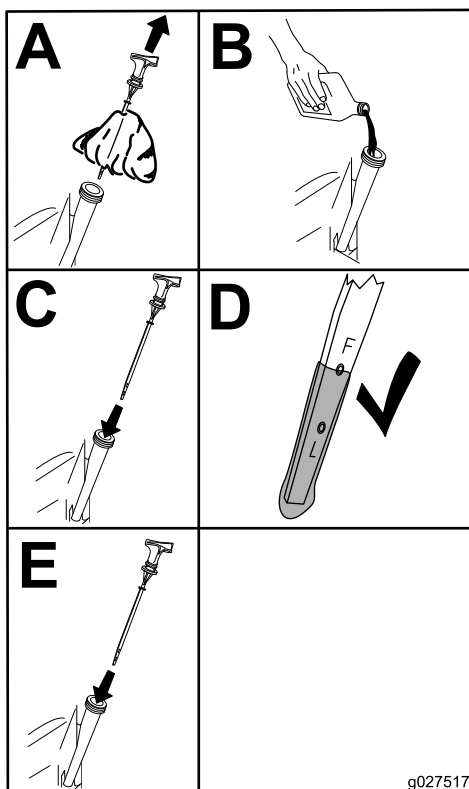

Figure 32
5. Versez avec précaution environ 80 % de la quantité d'huile spécifiée dans le goulot de remplissage (Figure 32).